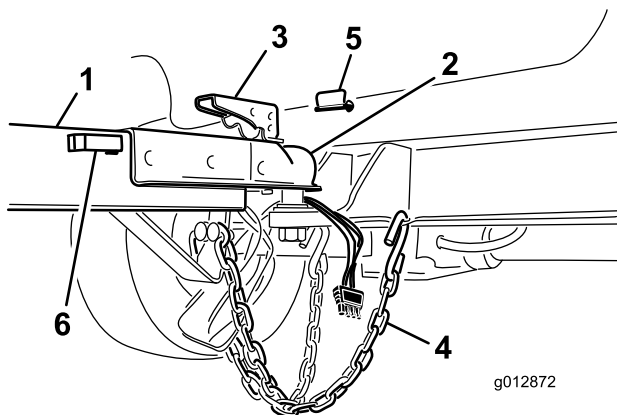

Figure 7
5. Rangez le connecteur du faisceau plat dans le support du tube d'attelage (Figure 7).
2. Levez le levier du coupleur sur la flèche tout en abaissant le couvercle sur la boule d'attelage (Figure 7).
4. Posez la goupille de verrouillage pour fixer le levier du coupleur (Figure 7).
5. Croisez les chaînes de sécurité et accrochez-les aux trous sur le dispositif d'attelage (Figure 7).